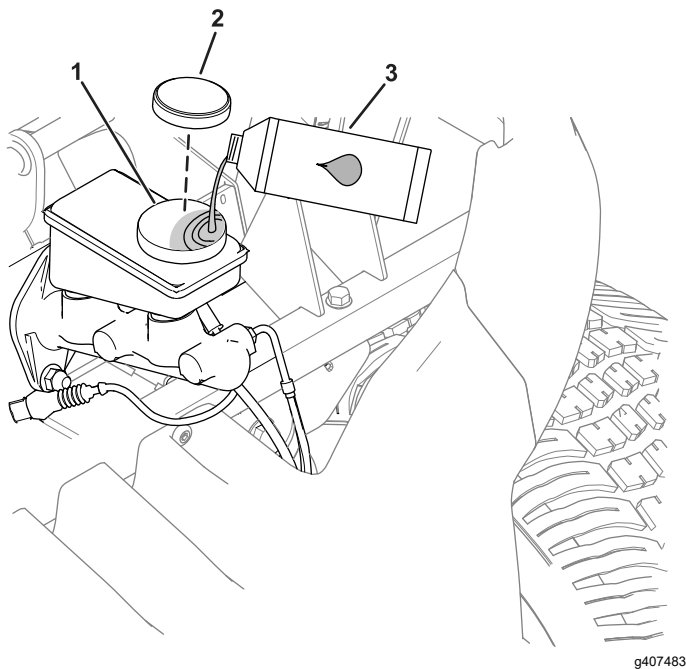

Figure 41
1. Déposez le capot pour accéder au maître-cylindre de frein et au réservoir (Figure 41).
- A. Nettoyez la surface autour du bouchon du réservoir et enlevez le bouchon (Figure 41).
C. Remettez le bouchon du réservoir (Figure 41).